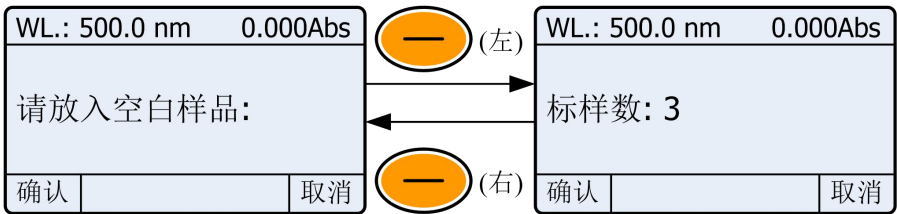

图 4-10
- 4) 设置标样数量 (仅限 **UV/V-1200B** 型)。、 键输入标样数量，(最多可用 **9** 个样品标定标准曲线)， (左) 确认 (图 4-10);